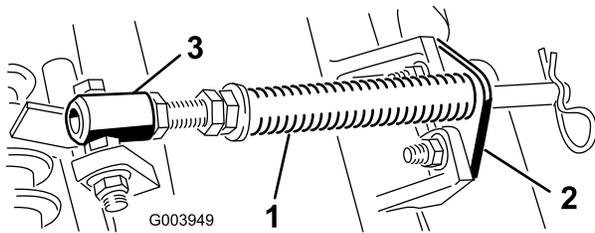

Рисунок 4
- A. Отверните два каретных болта и гайки крепления кронштейна штока к выступам режущего блока (Рисунок 4).
- B. Отверните фланцевую гайку крепления болта трубки пружины к выступу несущей рамы (Рисунок 4). Снимите этот узел.